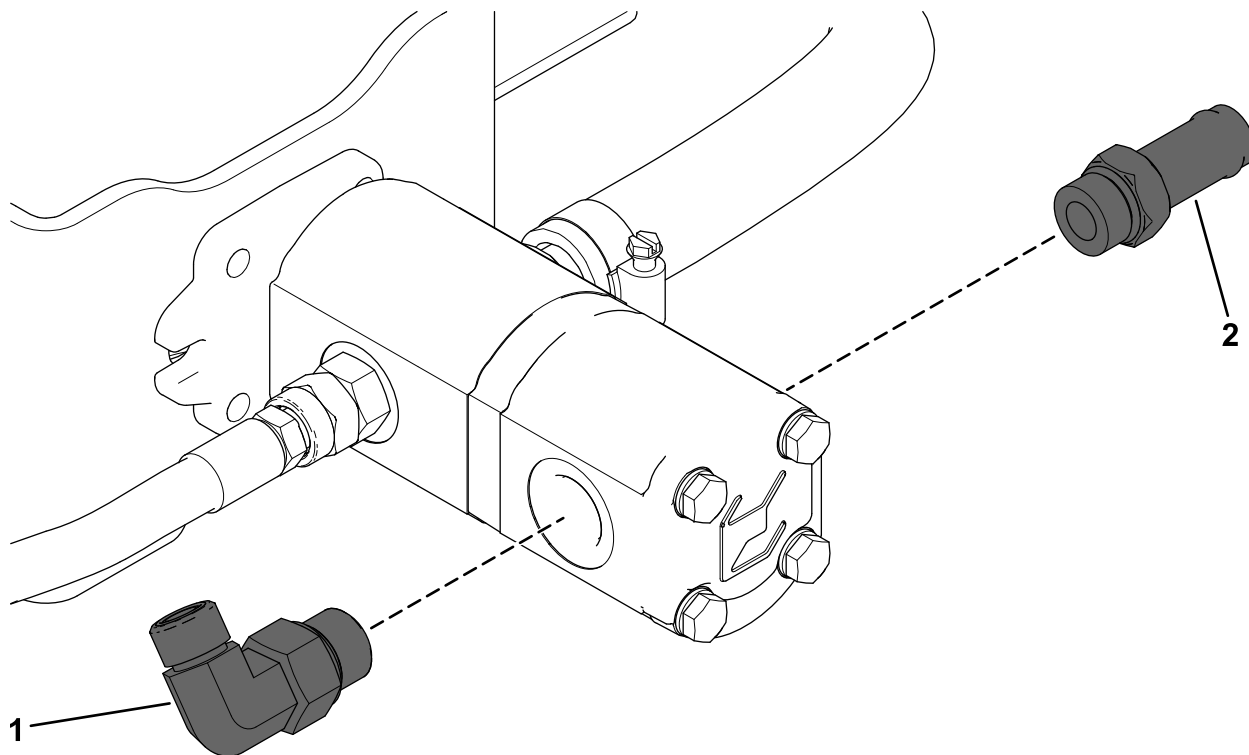

Рисунок 7
1. Заверните прямой штуцер в сторону привода насоса (Рисунок 7).
2. Заверните прямоугольный штуцер в правую сторону насоса (Рисунок 7).
В правильном положении конец штуцера должен быть обращен назад и располагаться под углом к вертикали примерно 45 градусов (Рисунок 7).